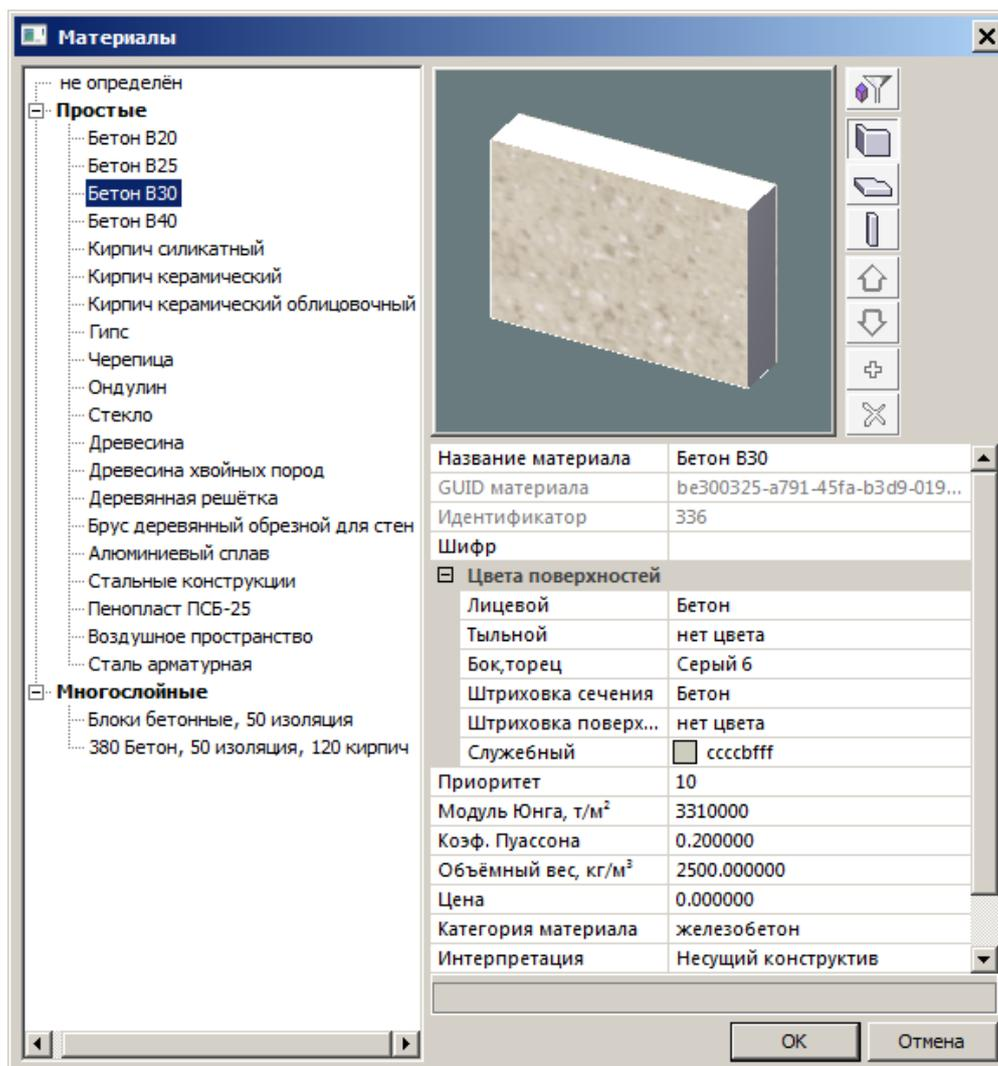

Рис.23.5. Диалоговое окно **Материалы**
- В открывшемся диалоговом окне **Материалы** (рис.23.5) выберите из списка материал **Бетон Б30**.